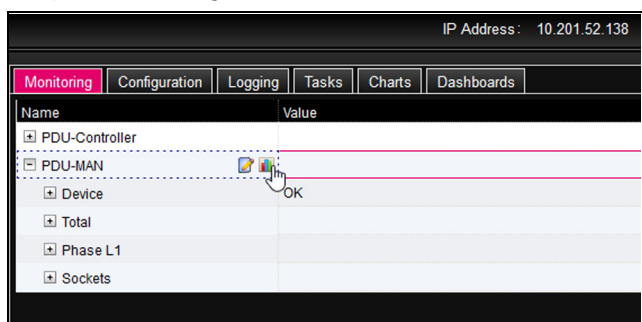

Imagen 49: Símbolo «Gráfico»
- Haga clic sobre el símbolo «Gráfico» detrás de la entrada «PDU-MAN» en forma de diagrama estilizado (imagen 49). La indicación cambia al modo de